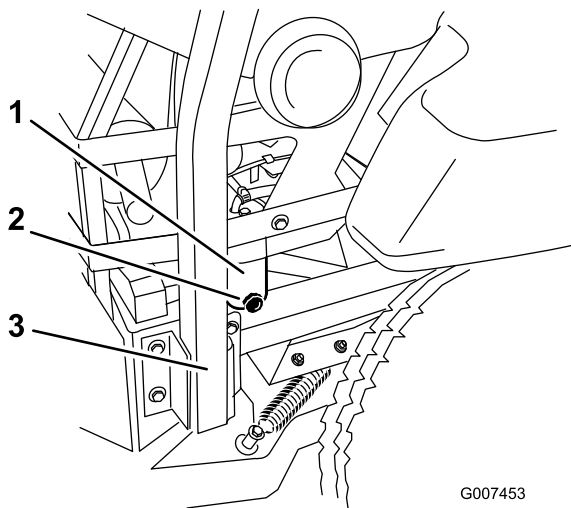

Figura 52
6. Abra la válvula de drenaje del separador de agua aproximadamente una vuelta para que se vacíen el agua y otros contaminantes (Figura 52).
7. Cierre la válvula de drenaje cuando salga solamente diesel combustible (Figura 52).